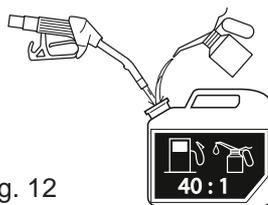

Fig. 12
- > Dans un récipient adéquat, mélangez de l'essence sans plomb avec de l'huile de qualité pour moteurs 2 temps à refroidissement à air (Fig. 12).